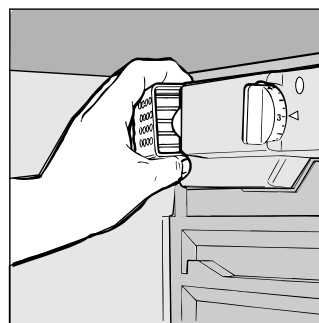

Fig. 3
- Cómo cambiar la bombilla interior: En la parte trasera de la caja termóstato está situada la bombilla de alumbrado interno. En caso de tener que reemplazarla, desenroscar la bombilla agotada y sustituirla con otra cuya potencia no sea de más de 15 W actuando según se indica en la fig. 3. Antes de efectuar esta operación, es conveniente dejar sin corriente el aparato desactivando la llave de alimentación general de la vivienda o desenchufando simplemente la clavija de la toma de corriente.